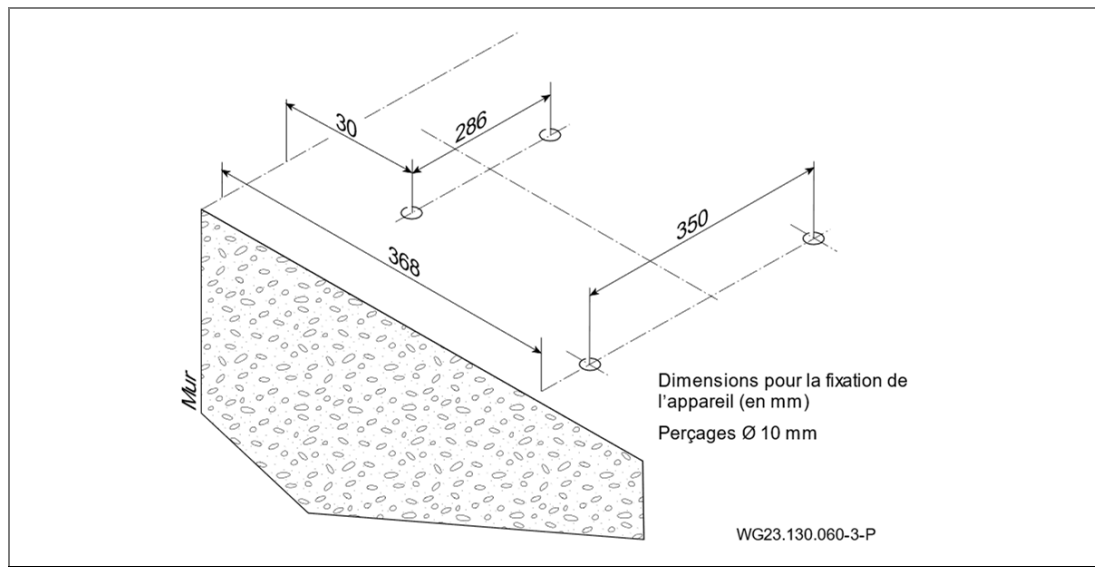
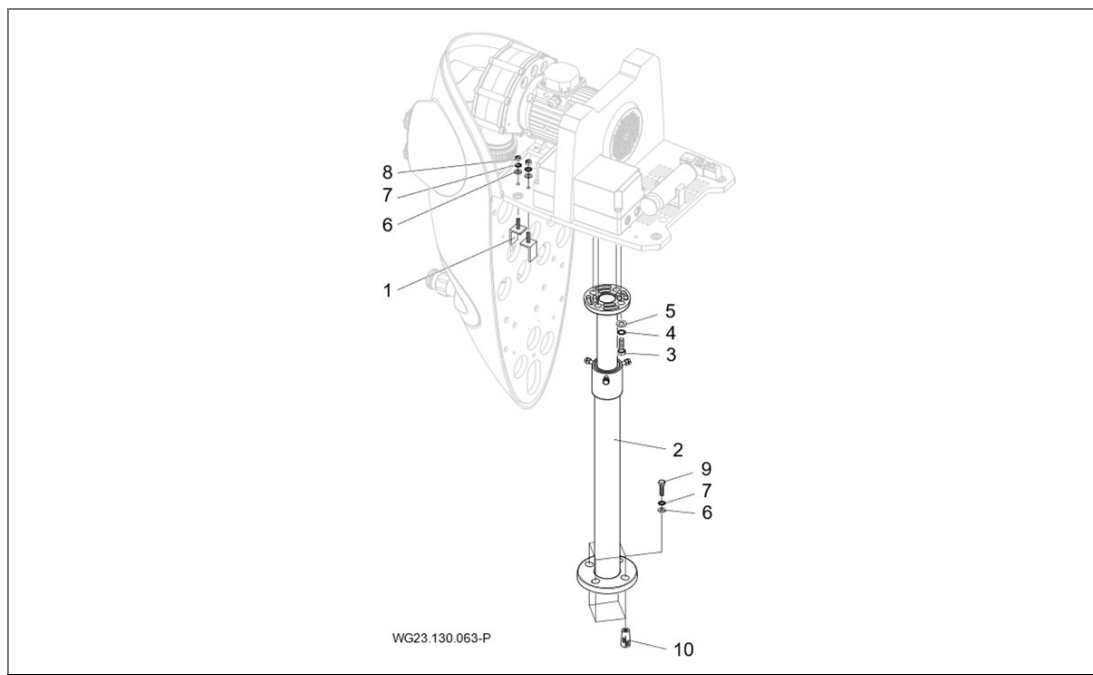

Fig. 4
Fig. 5
- Choisir le lieu d'implantation de l'appareil et préparer l'installation en fonction des instructions de la Fig. 4. Lorsque l'appareil est destiné à être installé sur une piscine hors sol, ne pas omettre d'installer le support télescopique. Voir "Fig. 5", page 20
- Soulever l'appareil et percer des trous de Ø 10 mm aux endroits marqués précédemment. Voir "Fig. 4", page 19